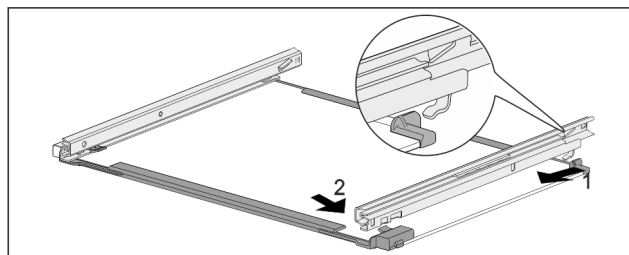

Fig. 236 Placa de sticlă cu șine
- ▶ Agățați șina în partea din spate. Fig. 236 (1)
- ▶ Înclicetați șina în partea din față. Fig. 236 (2)